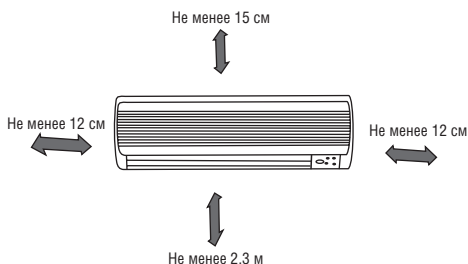

Рис. 1
1. Выполните разметку под отверстия в соответствии со схемой, представленной на Рис. 1. Просверлите одно отверстие ( $\varnothing 65$  мм) с небольшим уклоном к наружной поверхности стены.